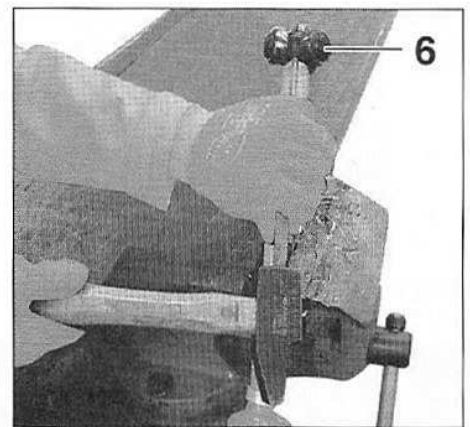

FIG.15
- le tripode (6) à l'aide d'un marteau et d'un chasse-goupille (Fig.15),